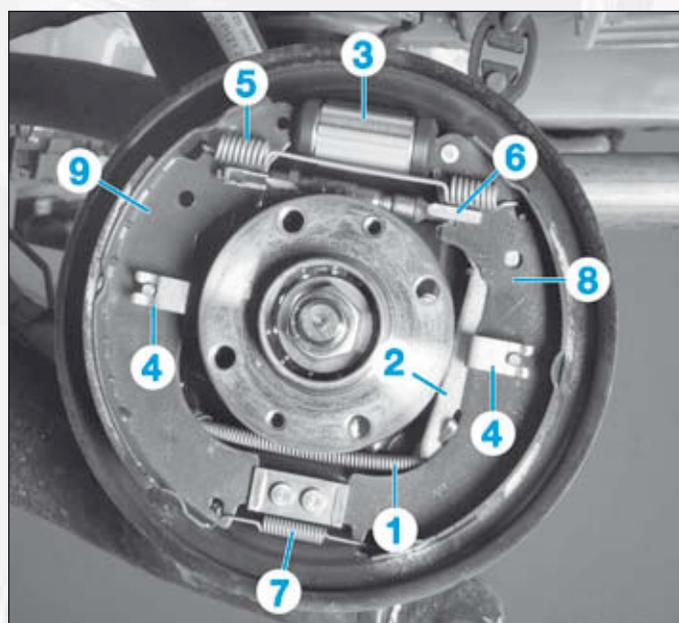

FIG.10
- Décrocher le câble (1) du levier (2) du frein de stationnement (Fig.10).
- Comprimer le cylindre de roue (3) à l'aide de l'outil [1].
- les agrafes (4),
- le ressort supérieur (5),
- le mécanisme de rattrapage de jeu (6),
- le ressort inférieur (7),
- le segment arrière (8),
- le segment avant (9).